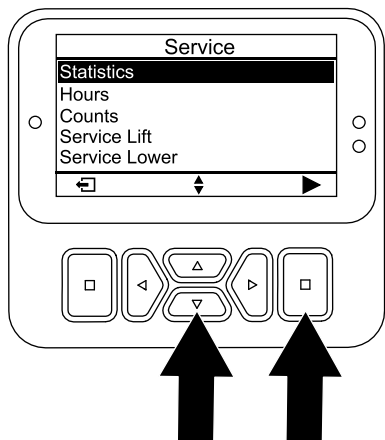

图 96
- 5. 在SERVICE维护屏幕上按向下按钮直至 STATISTICS 统计选项被选定然后按选择按钮 图 96。